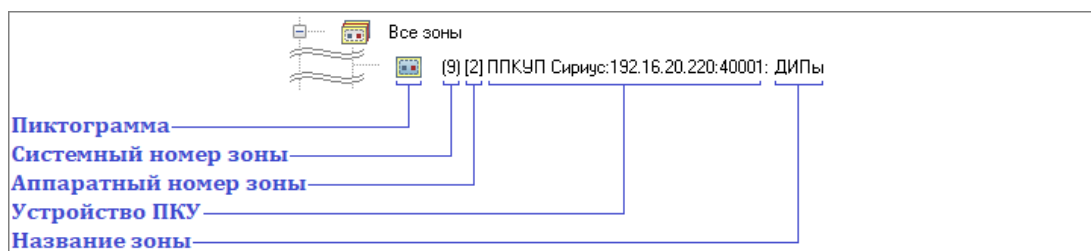

Рисунок 6-293 Отображение объекта "Аппаратная зона" в дереве зон как принадлежащего узлу "Все зоны"
- узлу «Все зоны» (см. Рисунок 6-293),